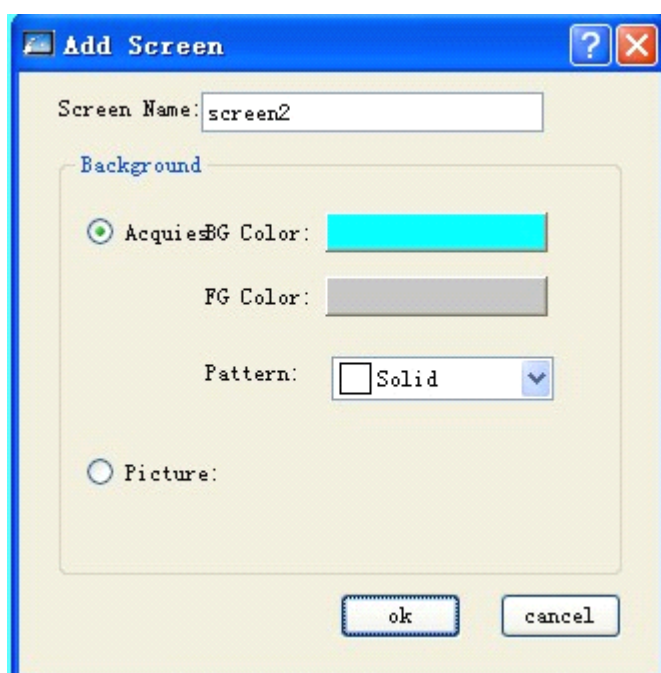

Рисунок 4-2 Окно нового экрана (New Screen)
2. В появившемся окне "New Screen" выберите имя и фоновый цвет создаваемого экрана, а затем щелкните ОК. По умолчанию, имя нового экрана - это порядковый номер экрана, а цвет фона - синий. Смотрите рисунок 4-2.